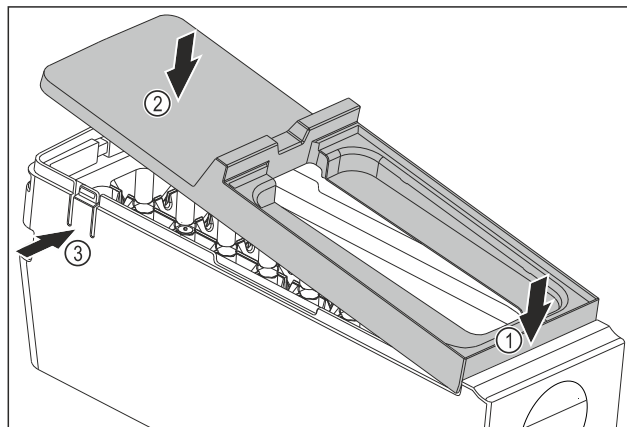

Fig. 151
- 安装 EasyTwist-Ice 机身的盖板: 放置盖板前部。 Fig. 151 (1)
- 降下盖板后部。 Fig. 151 (2)
- ▷ 盖板卡入到两个接片 Fig. 151 (3) 中, 可以听见声音。